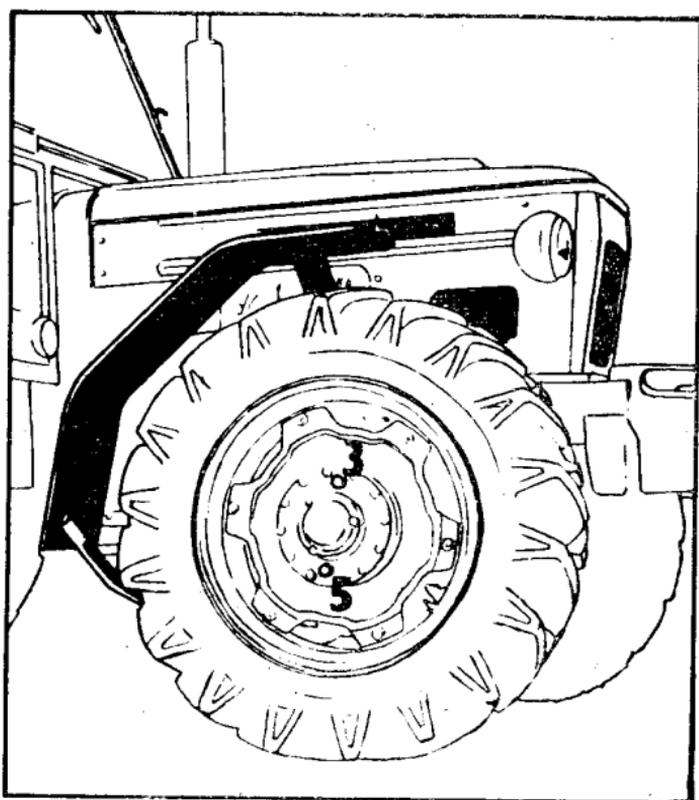

Fig. 11
21. Trou de remplissage de l'huile dans les réducteurs (fig. 11/3).
22. Trou de vidange de l'huile hors les réducteurs (fig.11/5).